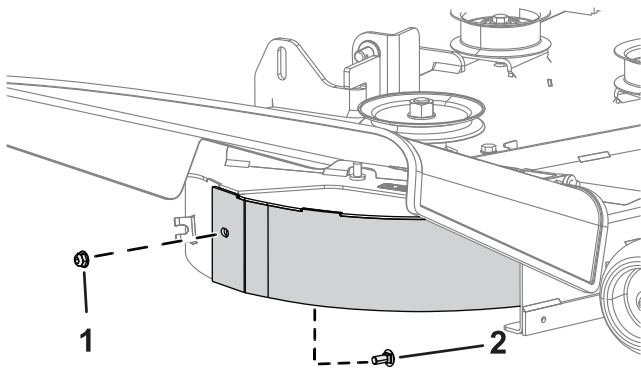

Figura 5
2. Sujete el tabique trasero del deflector derecho a la carcasa de corte con 1 perno de cuello cuadrado (5/16" x 3/4") y una tuerca (5/16"), como se muestra en la Figura 5.